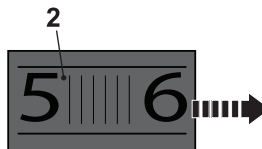

Fig. 12
3. Rotiți spre dreapta discul de viteză (2) (cum se vede din poziția operatorului) pentru a reduce viteza maximă (Fig.12) O viteză scăzută este potrivită pentru șlefuirea cu benzi de șlefuire de granulație grosieră pentru înlăturarea vopselelor și lacurilor.